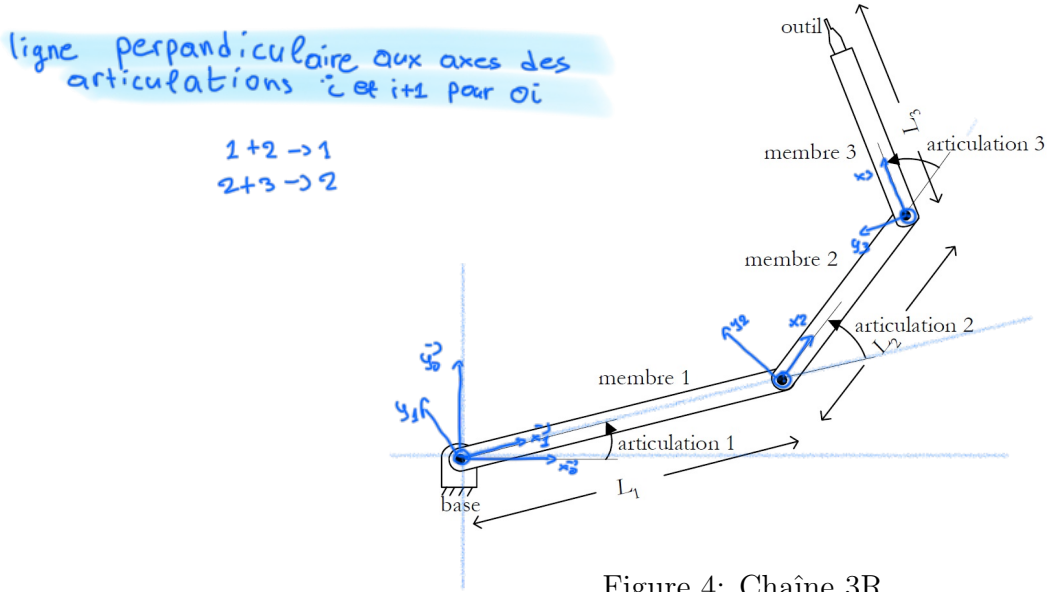

Figure 4: Chaîne 3R
1. Trouvez la position et l'orientation du troisième membre du manipulateur de Figure 4 quand les variables des articulations sont $q_1 = \frac{\pi}{2}$, $q_2 = -\frac{\pi}{6}$, et $q_3 = \frac{\pi}{8}$, et les longueurs sont $L_1 = 1$, $L_2 = 2$, et $L_3 = 1$.